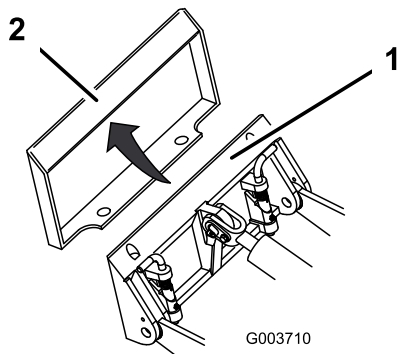

Bild 8
4. Setzen Sie die Befestigungsplatte in die obere Lippe der Aufnahmeplatte am Anbaugerät (Bild 8).